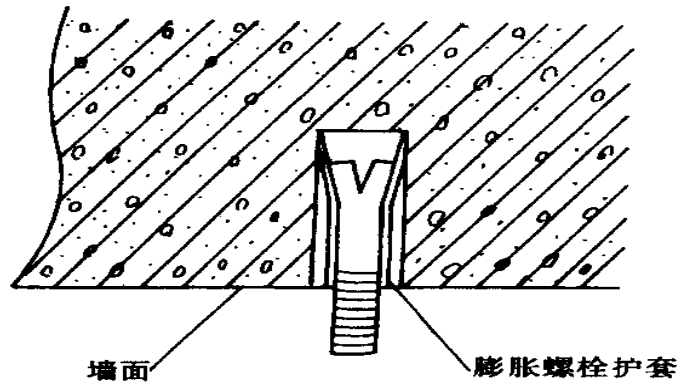

图 2-5 固定膨胀螺栓
(1) 打膨胀螺栓孔，位置要准确且要垂直于墙面，深度要适当。一向以膨胀螺栓被固定后，护套外端面和墙壁表面相平为宜（图 2-5）。